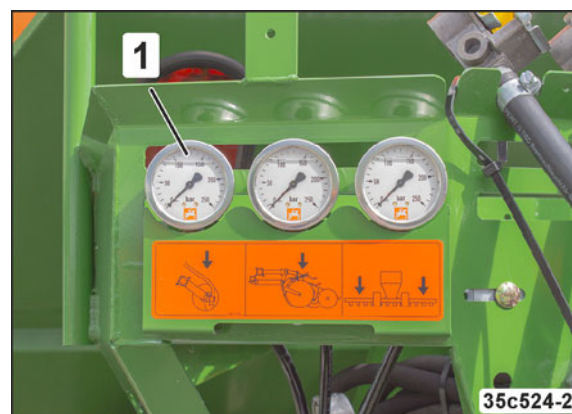

Fig. 113
- sur le manomètre depuis le siège du tracteur (Fig. 113/1).